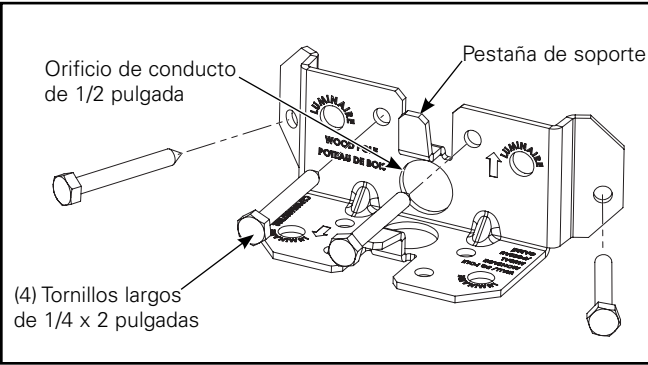

Figura 3.
- **Montaje de poste de madera:** Coloque el soporte (montaje en poste de madera) con la flecha del soporte hacia arriba. (Figura 3.)